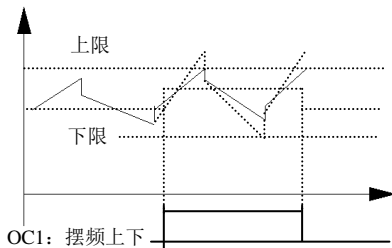

图 6-31 摆频幅度限制
- 16: **摆频上下限制**,选择摆频功能后若以中心频率计算所得摆频的频率波动范围超过上限频率或低于下限频率时,将输出指示信号,如图 6-31 所示。